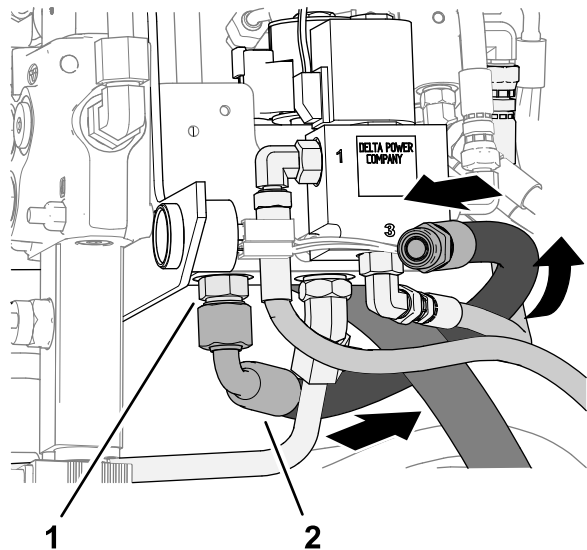

Figura 25
- 1. Monte el acoplamiento de 90° de la manguera de 41,9 cm al acoplamiento recto del puerto P de la válvula de bajo caudal (Figura 25).